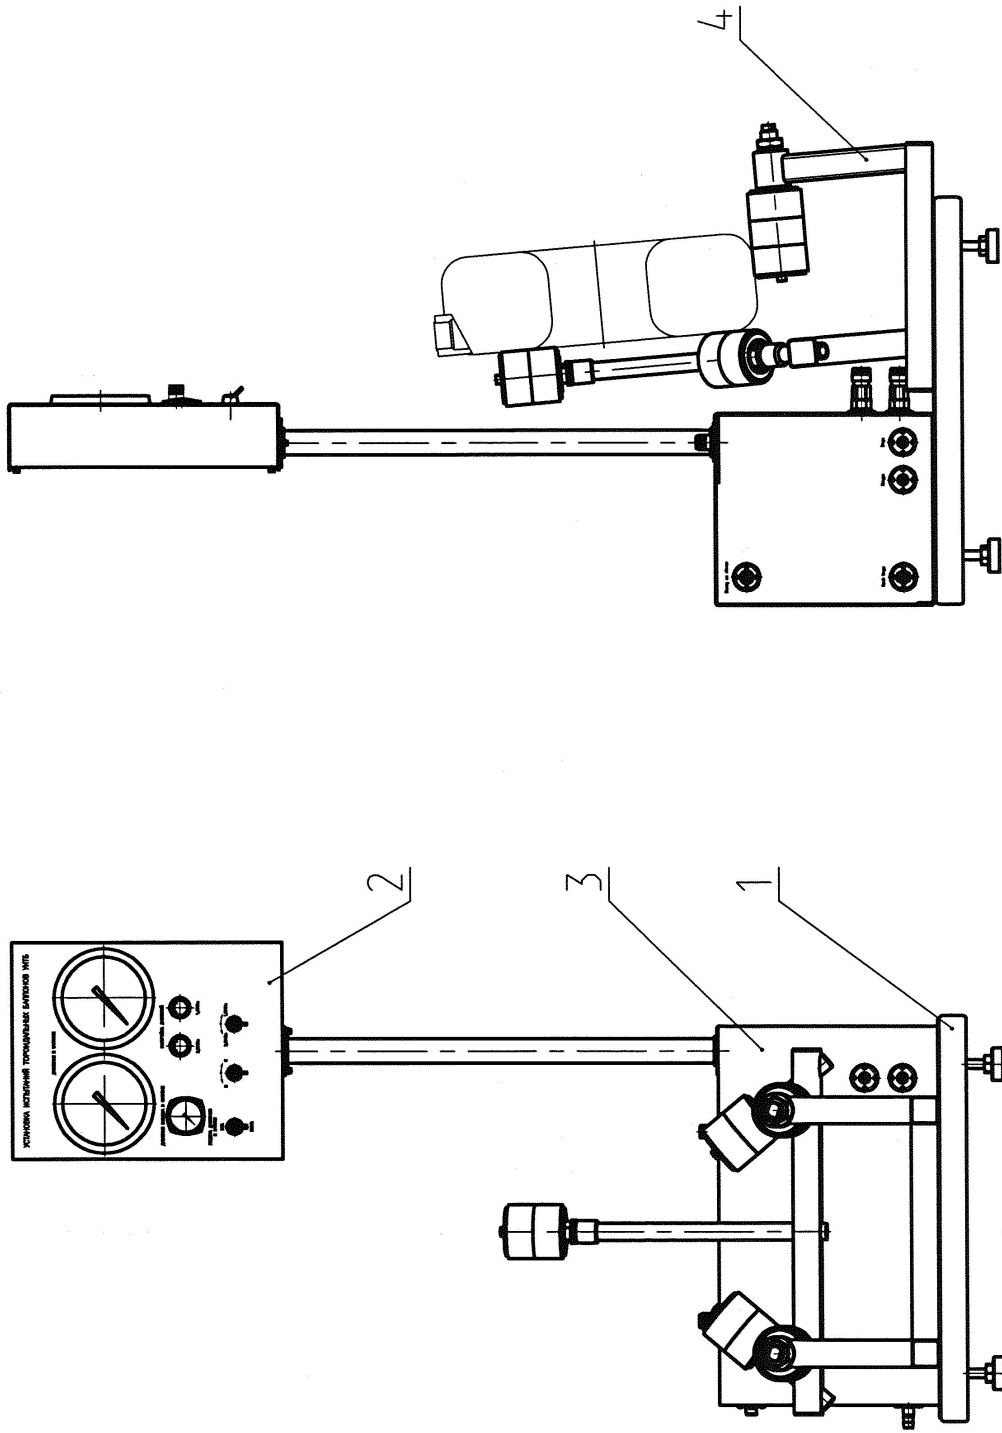
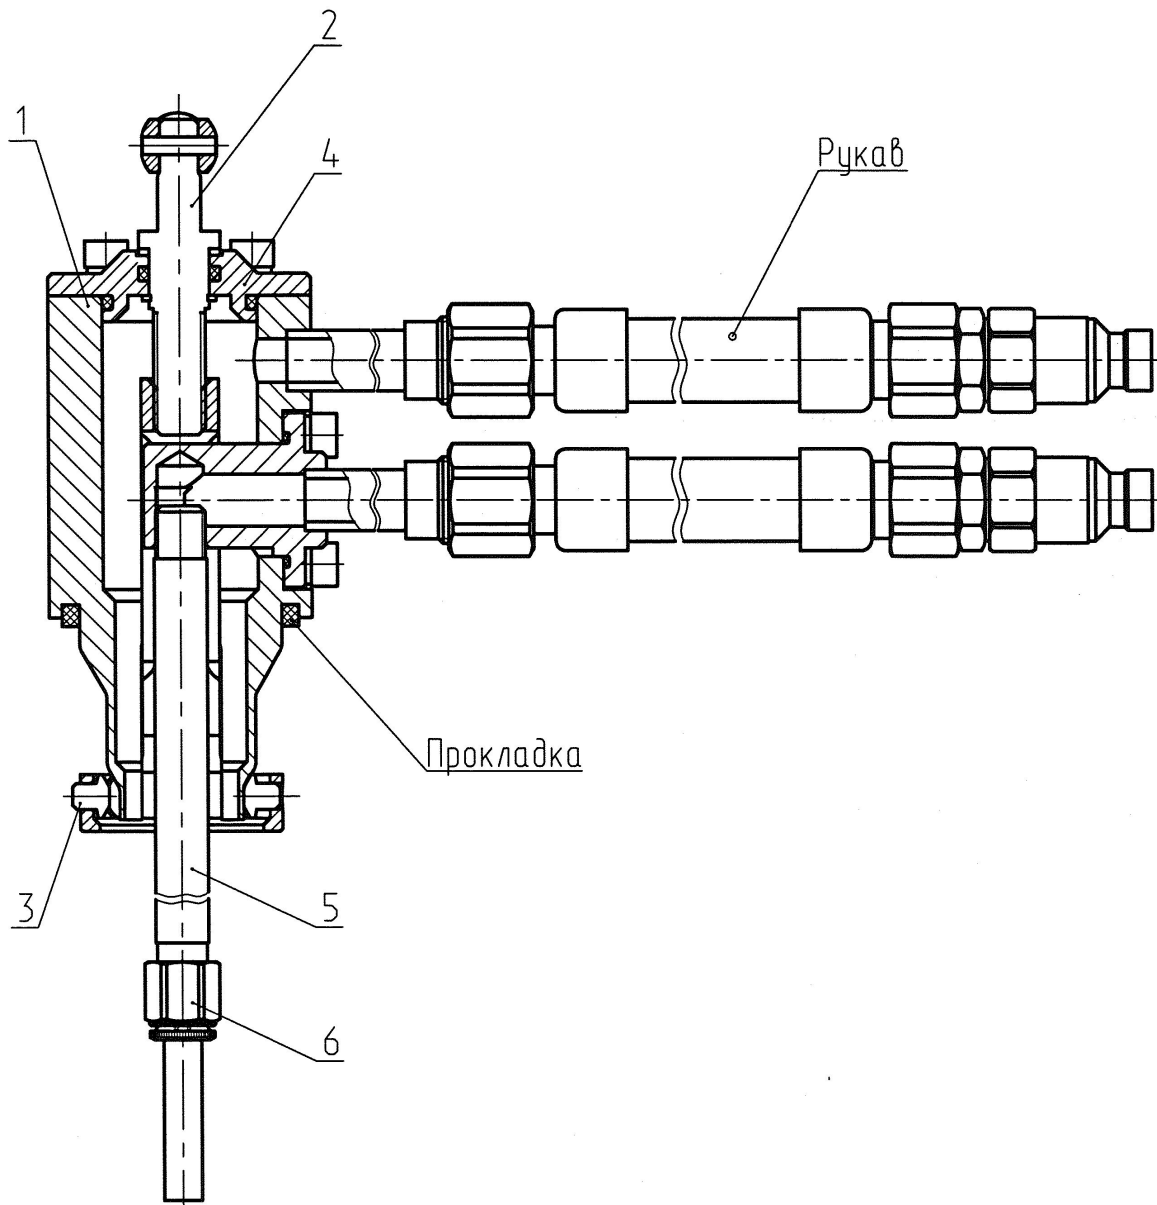
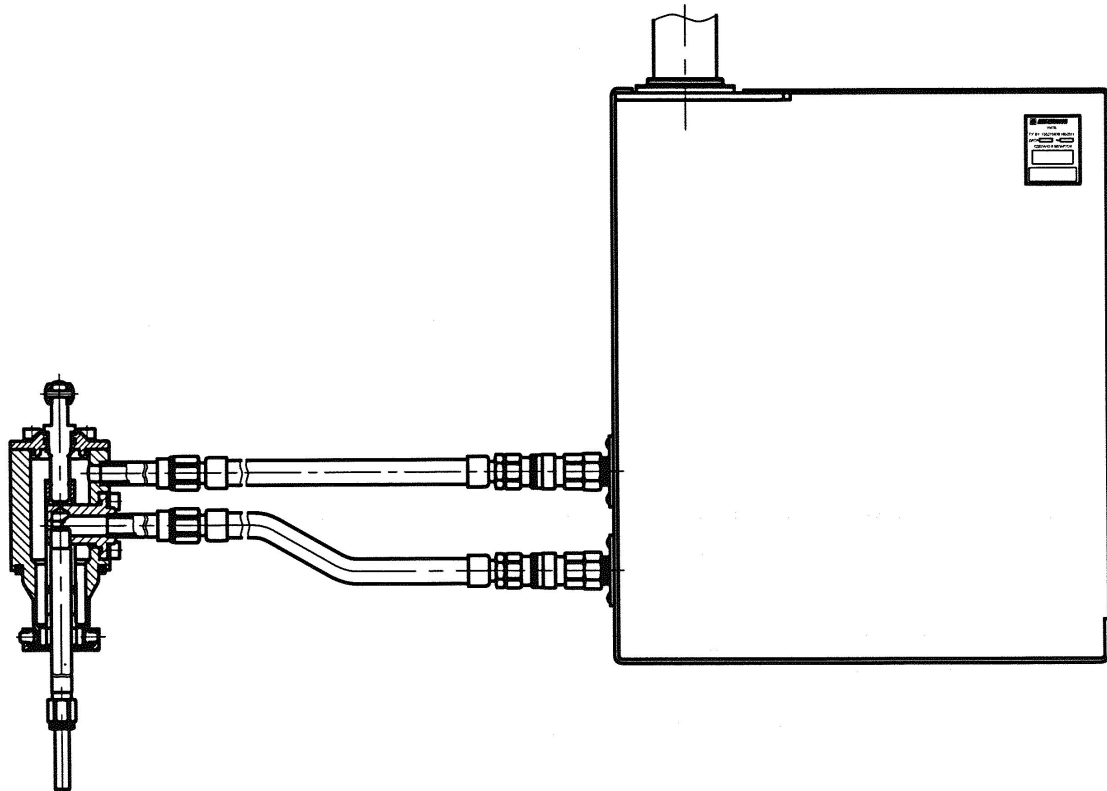
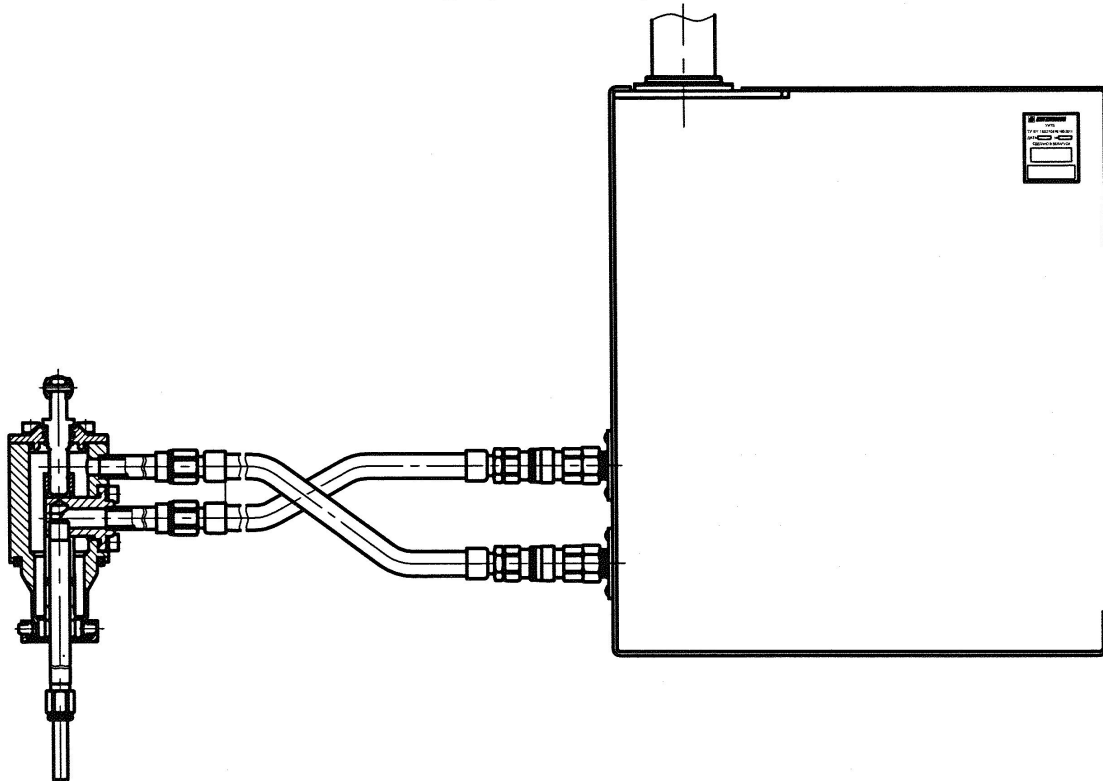

Рисунок 1 – УСТАНОВКА ИСПЫТАНИЙ ТОРОИДАЛЬНЫХ БАЛЛОНОВ УИТЬ
Рисунок 2 - Струбцина
Рисунок 5 - подключение струбцины для гидроиспытаний
Рисунок 6 - подключение струбцины для гидроиспытаний
1.3.1 Установка (рисунок 1) состоит из платформы 1, пульта управления 2, блока автоматики 3, платформы вращения баллона 4 и входящей в комплект струбцины (рисунок 2).
1.3.1.4 Струбцина (рисунок 2) поставляется в комплекте установки. Струбцина состоит из головки 1, штока с маховиком 2, стопорных пальцев 3, фланца 4, патрубка 5, трубки с фитингом 6, на струбцину одеваются 2 рукава высокого давления.
Справ. №	<p>1.3.2.3 Установить баллон на платформу поворота баллона 4 (рисунок 1), подключить трубку к баллону.</p> <p>Подключение трубки:</p> <ul style="list-style-type: none"> а) подключить рукава трубки к блоку автоматики при испытании баллона с внутренним фланцем (рисунок 5) при испытании баллона с наружным фланцем (рисунок 6); б) вернуть патрубок 5 (рисунок 2) в трубку (соединение должно быть герметично). При испытании баллона с внутренним фланцем на патрубок 5 (рисунок 2) одевается фитинг с трубкой 6. в) подключить трубку к испытываемому баллону, установив головку 1 (рисунок 2) на фланце баллона и зажать её вращением штока 2. Трубка устанавливается в соответствии с рисунком 7а для баллона с внутренним фланцем и рисунком 8а для баллона с наружным фланцем.